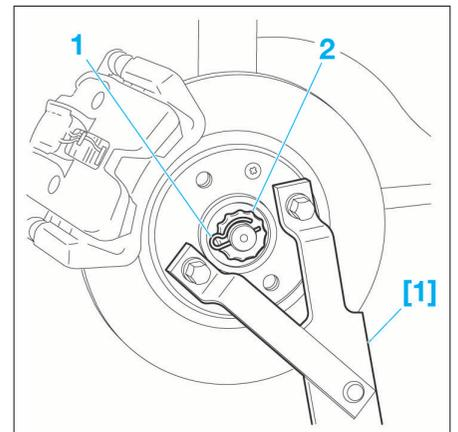

FIG. 9
- Mettre en place l'outil [1] (outil d'immobilisation de moyeu ref. 6310-T) (Fig.9).